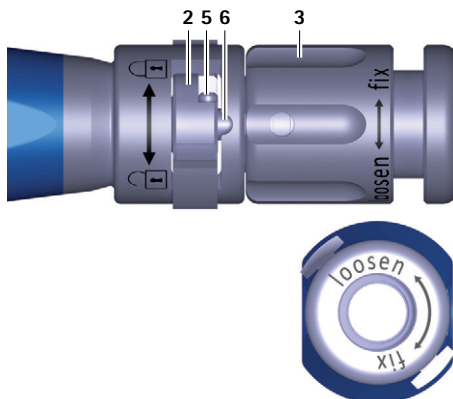

Abb. 1 Nahansicht Einsetzinstrument, Schalter offen
- Drehmutter **3** am Einsetzinstrument **A** gegen den Uhrzeigersinn (Richtung "loosen") drehen, um Stange **6** nach vorn zu schieben, siehe Abb. 1.
- Schalter 2 nach links drehen (Richtung ) , siehe Abb. 1.
- Schalter **2** nach links drehen (Richtung , siehe Abb. 1).
- ▶ Position zum Ankoppeln des Einsetzinstrument **A** prüfen, siehe Abb. 1.
- ▶ Schalter **2** nach links drehen (Richtung ☜), siehe Abb. 1.
- ▶ Drehmutter **3** gegen den Uhrzeigersinn (Richtung "loosen") drehen, um Stange **6** nach vorn zu schieben, siehe Abb. 1.